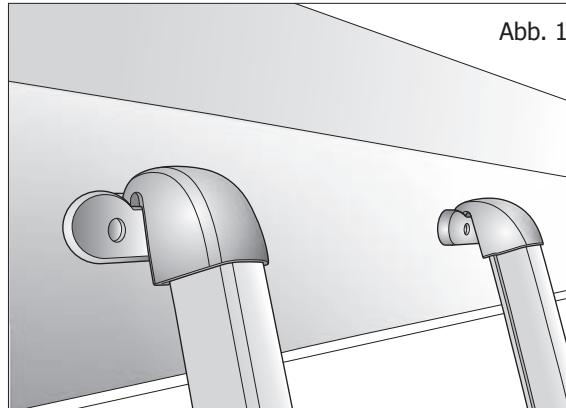

Abb. 1
- Um die erhöht liegenden Betten zu erreichen, die Leiter (Abb. 1) an den dafür vorgesehenen Halterungen **A** befestigen, die frontal zum dem zu erreichenden Bereich liegen (Abb. 2)